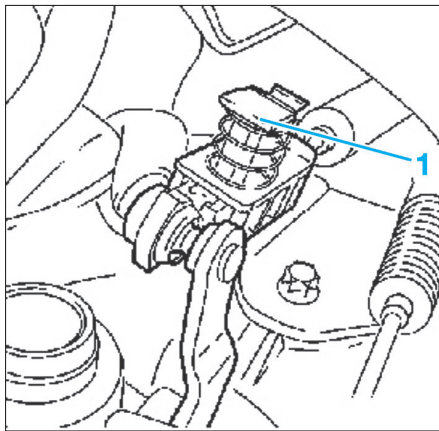

Fig. 19
- Appuyer sur le ressort de verrouillage (1) du câble de sélection et le bloquer (Fig.19).